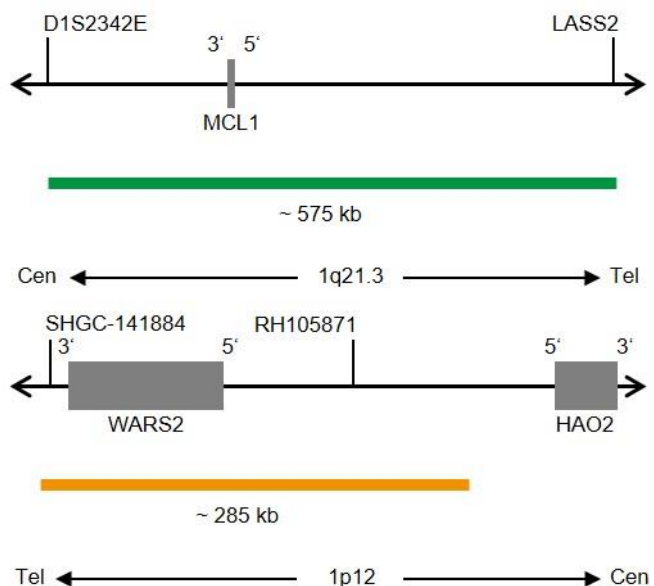

Fig. 1 : Carte de la sonde SPEC MCL1, Carte de la sonde SPEC 1p12 (pas à l'échelle)
- Polynucléotides marqués au ZyGreen (excitation 503 nm/émission 528 nm) (~10.0 ng/μl), qui ciblent une séquence de 1q21.3* (chr1:150,363,209-150,940,432) hébergeant la région génétique MCL1 (voir figure 1).
- Polynucléotides marqués au ZyOrange (excitation 547 nm/émission 572 nm) (~4.5 ng/μl), qui ciblent une séquence de 1p12* (chr1:119,537,102-119,823,147) (voir figure 1).